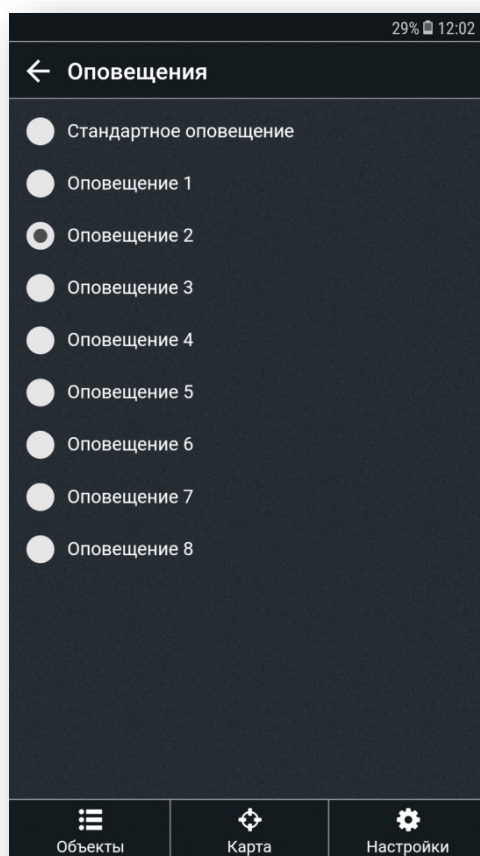

Рисунок 220. Настройки → Оповещения
- Оповещения (рис. 220) – выберите звук оповещения о событиях в системе мониторинга.